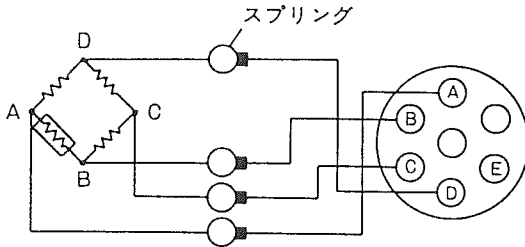

図 16
- (1) それぞれのブリッジに4個のスリッピングを用いる場合(図16)